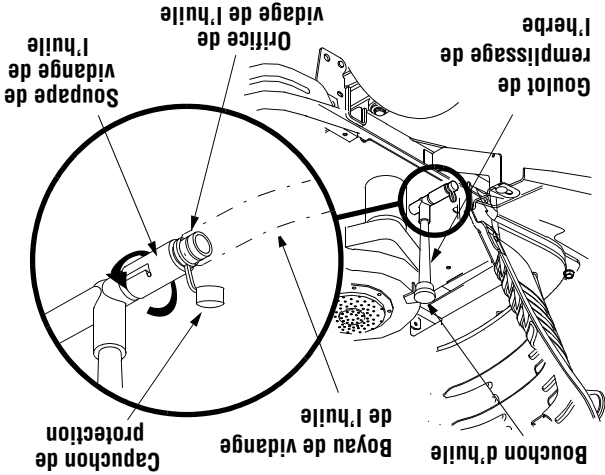

Figure 17
- Dévissez le bouchon d'huile et sortez la jauge à huile du goulot de remplissage. Voir la Figure 17.
- Soulevez le capuchon de protection à l'extrémité de la soupape de vidange de l'huile pour exposer l'orifice de vidange. Voir la Figure 17.
- Arriver l'huile. Voir la Figure 17.
- Enfoncez légèrement la soupape de vidange de l'huile, puis faites-la tourner dans le sens contraire aux aiguilles d'une montre et sortez-la pour faire arriver l'huile. Voir la Figure 17.